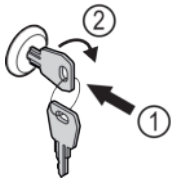

Fig. 103
- Schlüssel hineindrücken Fig. 103 (1).
- Schlüssel um 90° im Uhrzeigersinn drehen Fig. 103 (2).